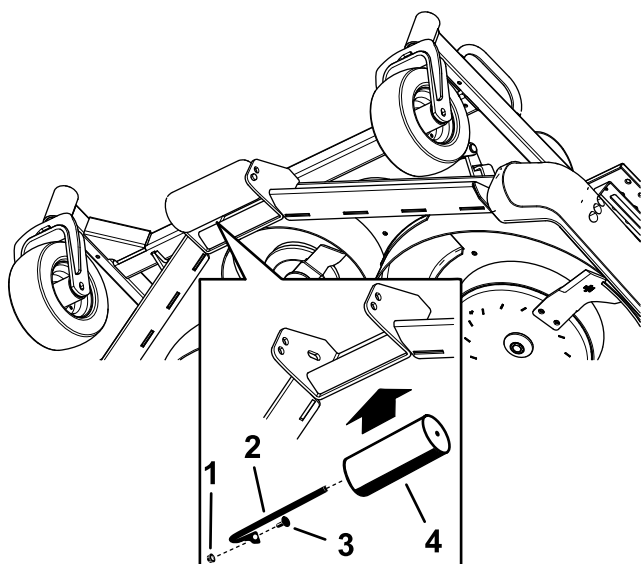

Figura 31
5. Aliniați rola cu orificiile corespunzătoare i montați arborele cu urubul i piulia (Figura 31).